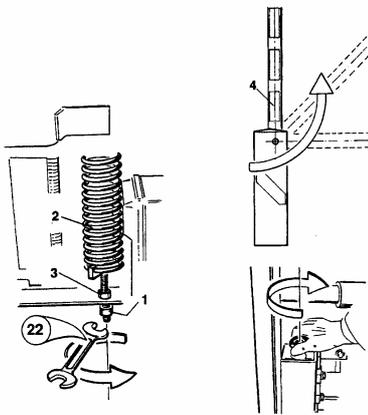

Рис. 10 Монтаж и натяжение пружины, проверка балансировки шлагбаума.
5. Поднимите стрелу в вертикальное положение при помощи специального крана (рис. 10) и закрепите пружину гайкой. Необходимо проверить балансировку стрелы и натяжение пружины. **Для этого отсоедините промежуточный рычаг 4 (рис 11) от рычага редуктора 5 и рычага пружины 3. Отрегулируйте пружину таким образом, чтобы стрела находилась в состоянии устойчивого равновесия в промежутке 30-45 град.**